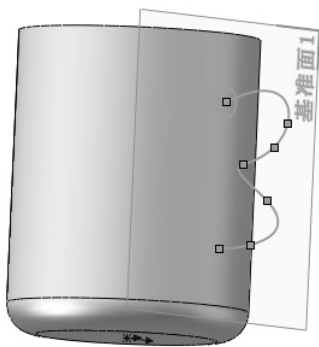

图 5-56 扫描草图
1) 在一个基准面上绘制一个闭环的非相交轮廓。使用草图、现有的模型边线或曲线生成轮廓将遵循的路径，如图 5-56 所示。